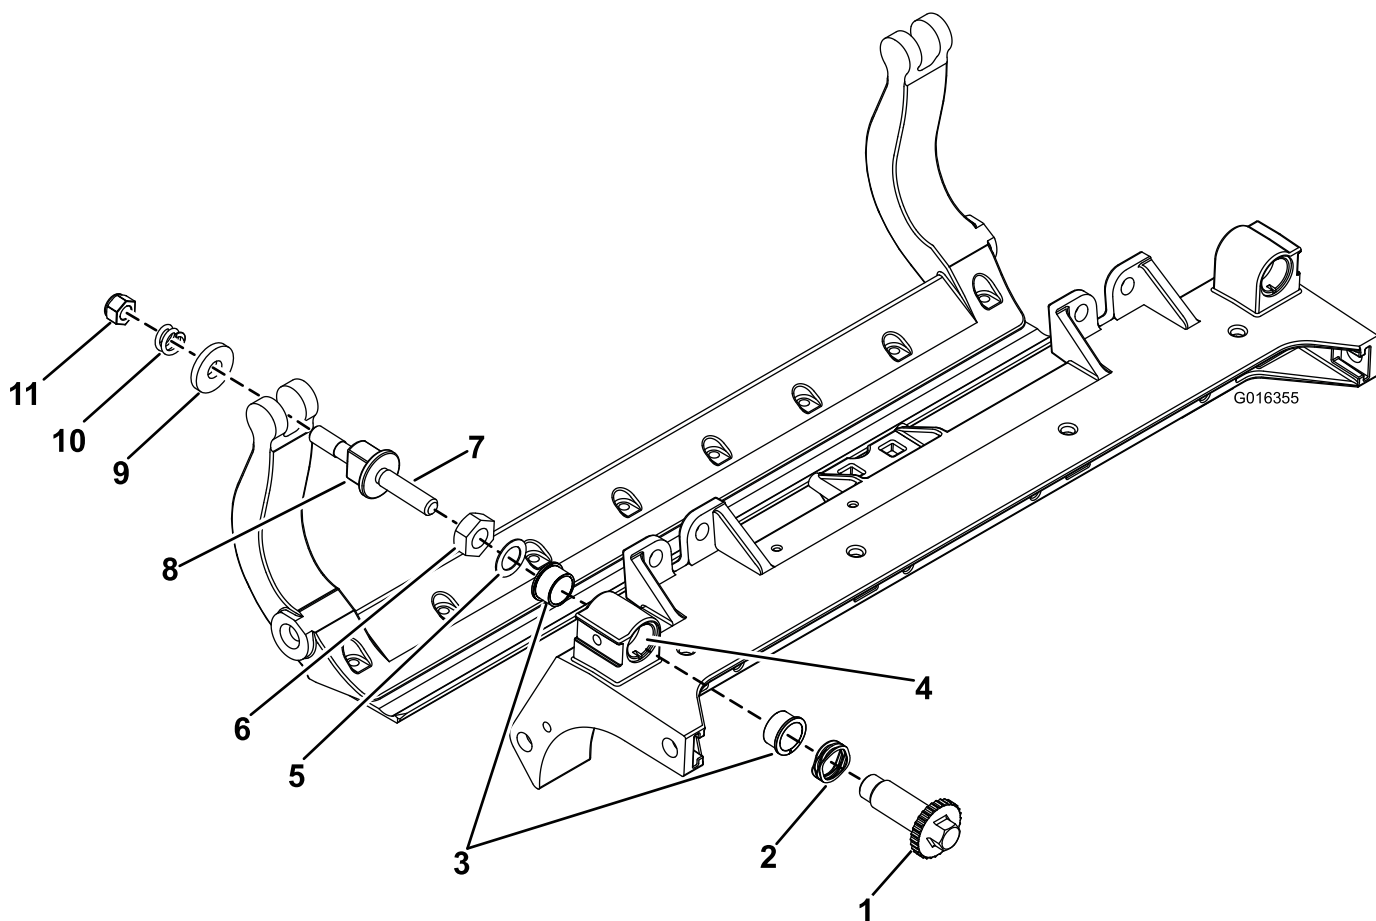

图32
- 拆除所有零件（请参阅 HD DPA 套件（型号 120-7230）安装说明和 图32）。
- 将 Never Seize 涂抹到滚刀组中心机架（图32）的轴套区内侧。
- 将凸缘轴套上的键与机架的槽对准，然后安装轴套（图32）。
- 将一个波形垫圈安装到调节器轴上，然后将调节器轴滑入滚刀组机架中的凸缘轴套内（图32）。
- 使用扁平垫圈和锁紧螺母固定调节器轴（图32）。上紧锁紧螺母扭矩至 20~27Nm。
- 用底刀架螺栓（螺栓上带有螺母）和 6 个垫圈将底刀架固定在两个侧板上。将尼龙垫圈放在侧板凸起的一侧。将钢垫圈放在每个尼龙垫圈的外侧（图32）。上紧底刀架螺栓扭矩至 37~45Nm。拧紧锁紧